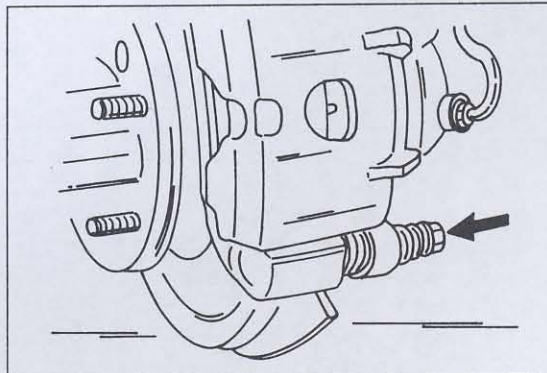

Bild 292
- Die untere, in Bild 292 gezeigte Schraube entfernen, den Bremssattel nach oben schwenken und mit einem Stück Draht festbinden, damit er nicht wieder herunterfallen kann. Die Schrau-